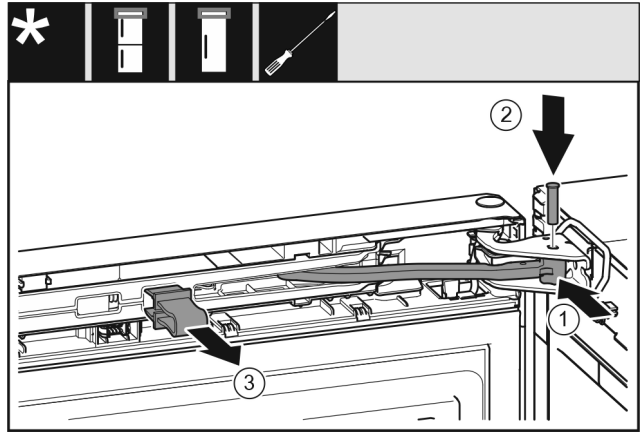

Fig. 66
- Tourner la jointure Fig. 66 (1) dans le support de palier.
- Insérer l'axe Fig. 66 (2) dans le support de palier et la jointure. Veiller à ce que l'ergot soit bien en place dans la rainure.
- Retirer la fixation Fig. 66 (3).